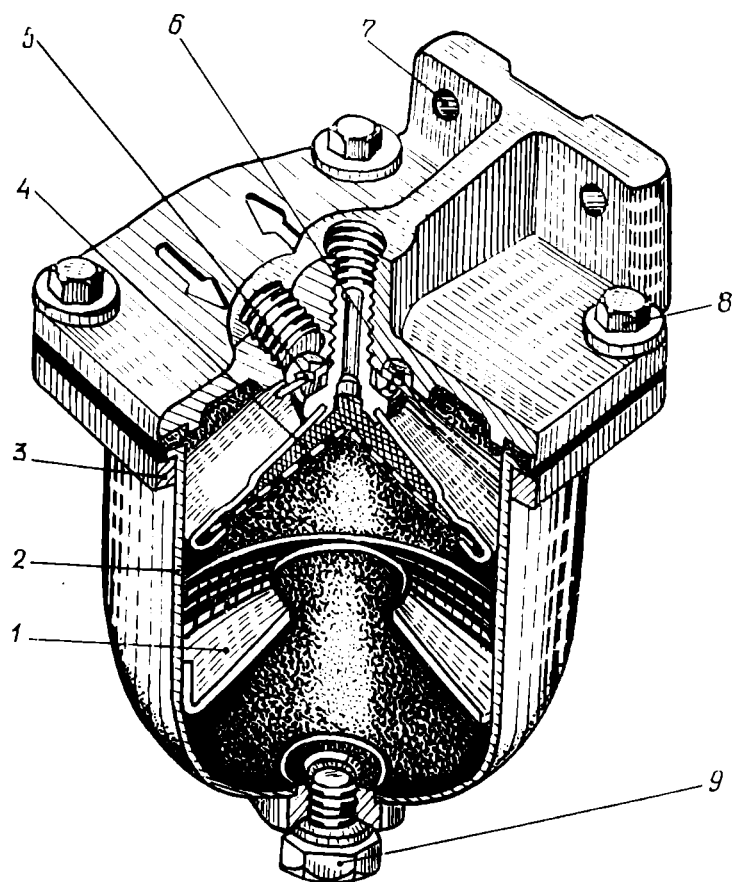

Рис. 47. Фильтр грубой очистки топлива:
Через каждые 125 ч (при ТО-1) слейте отстой из фильтра грубой очистки топлива. Для этого отвинтите сливную пробку 9 (рис. 47) в нижней части стакана и слейте отстой до появления чистого топлива.
- б) отверните болты 8 (рис. 47), снимите нажимное кольцо 3 и стакан 2. Выверните ключом фильтрующий элемент 4 и снимите распределитель 6;